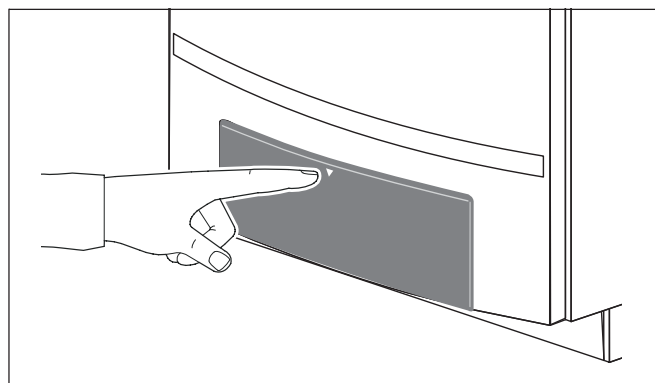

Fig. 21 Aprire il pannello di servizio
- Aprire il pannello di servizio premendolo (fig. 21).